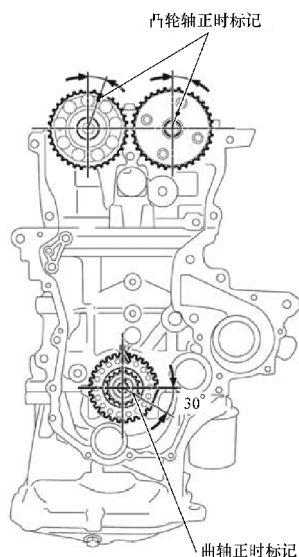

图 11-12 正时  $20^\circ$  ATDC 位置
- ③ 设置凸轮轴正时齿轮和正时链轮至图 11-12 中所示的位置（ $20^{\circ}$  ATDC）。
- ④ 设置曲轴处于图中所示的位置（ $20^{\circ}$  ATDC）。